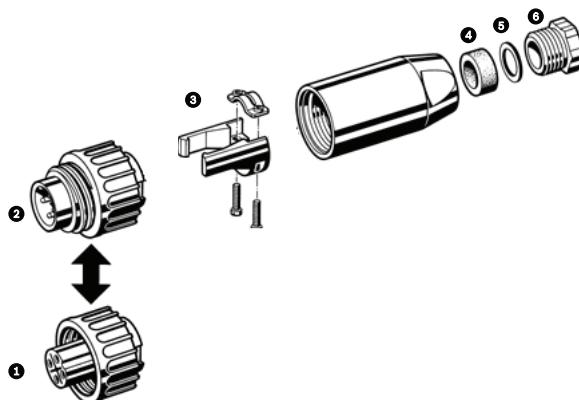

図 6.1 4 ピン連結コネクターの各パーツ
4. 4 ピン連結コネクター (付属品) のねじ止め端子に電源入力ケーブルを接続します。図 6.1 と表 6.1 を参照してください。